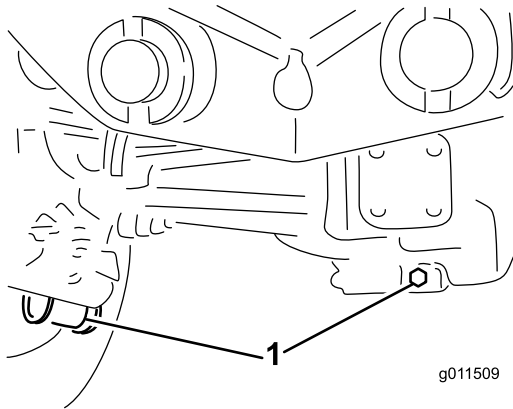

Bild 64
2. Reinigen Sie den Bereich um die drei Ablassschrauben, d. h. jeweils eine an beiden Enden und eine in der Mitte (Bild 64).